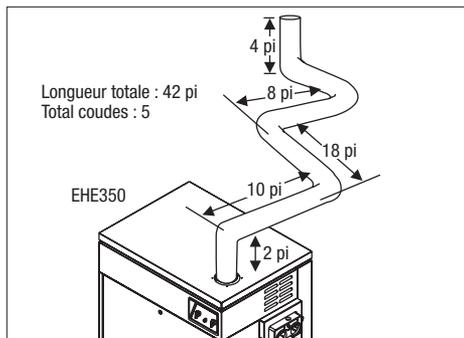

Figure 6. Installation à « un tuyau ».
**EXEMPLE :** Un appareil de chauffage modèle 350 doit être installé dans un système à un tuyau avec du PVC ou CPVC cédule 40, se reporter à la figure 6. Le tuyau de l'évent fait 12,8 mètres (42 pieds) et a cinq (5) coudes. D'après le tableau 3, seul un tuyau de l'évent de 10 cm sur 4,9 mètres (4 po sur 16 pieds) est permis, ce qui ne permet pas d'achèvement de la longueur requise. Par conséquent, la taille du tuyau doit être augmentée. Une tuyauterie de 12,7 cm sur 42,7 mètres (5 po sur 140 pieds) suffirait pour achever la longueur requise.